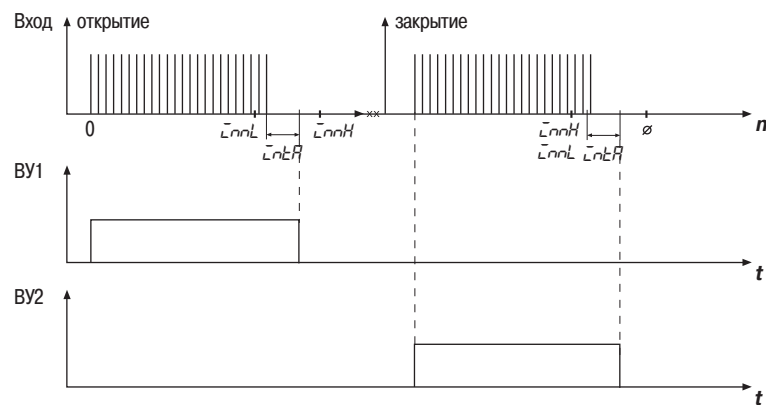

Рис. 7
- значение счетчика находится в интервале, определяемом параметрами $\bar{L}nnL$ и $\bar{L}nnH$ (рис.7).